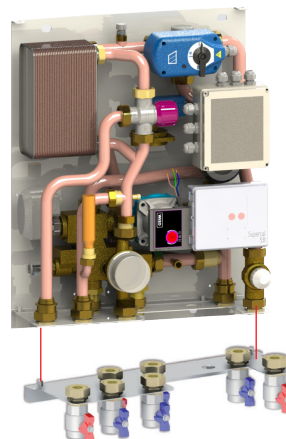

Figura 13
- Appoggiare il frutto sulla dima pensile o a incasso inserendo i filetti posti sulla parte superiore della dima nelle apposite asole del frutto come illustrato in Figura 13.
- Fissare il frutto alla parete con tasselli tipo fisher nel caso di dima pensile come illustrato in Figura 13; nel caso di dima a incasso fissare il frutto alla dima con le apposite viti M8 utilizzando le apposite asole.